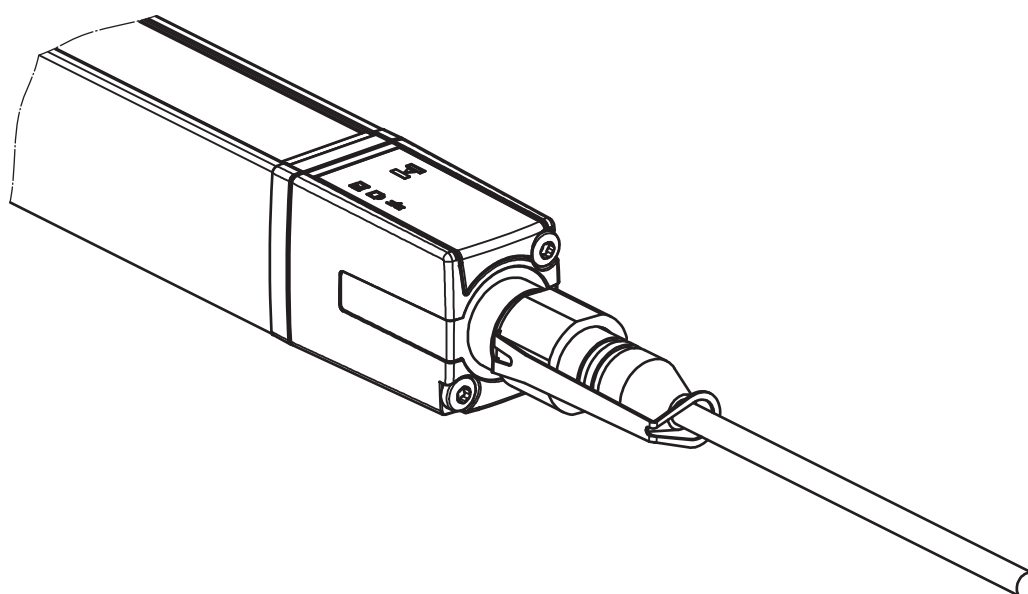

Figura 7.1: Protezione di bloccaggio K-VM12-Ex
- ✎ Assicurarsi che tutti i collegamenti elettrici siano inseriti o protetti. Ad esempio, utilizzare a tal fine la protezione di bloccaggio K-VM12-Ex (vedi figura 7.1) in dotazione.